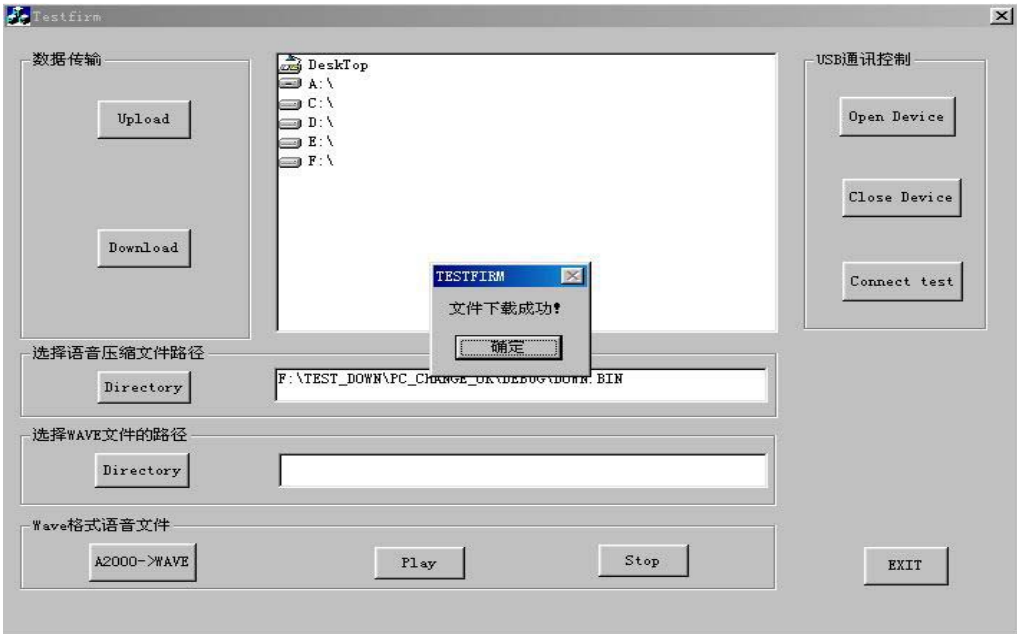

图14 下载语音文件
3) 点击“确定”按钮，开始下载数据，LED 灯不停闪烁，下载完毕后，出现如图 14 中所